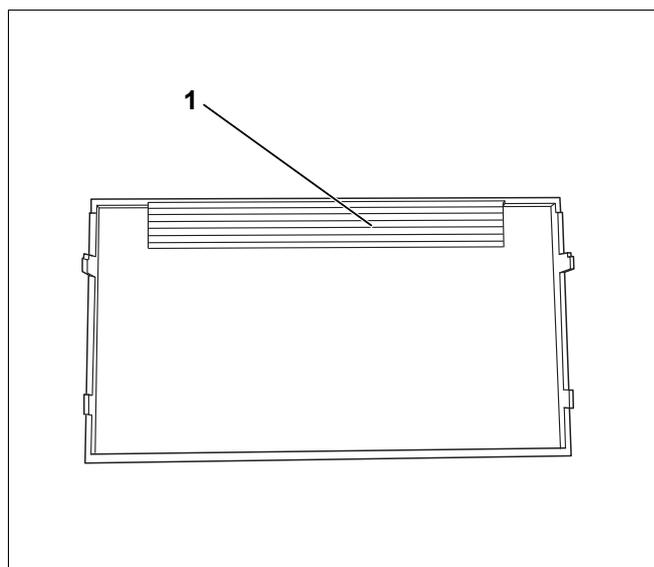

Рис. 8 Пластмассовый щиток
Прилагаемый пластмассовый щиток (→ рис. 8, стр. 9) устанавливается позже в качестве защитного экрана системы управления. Смотря по обстоятельствам, во время монтажа нужно учитывать высоту этой части.
- В месте рифления (→ рис. 8, [1]) вырежьте кусачками-бокорезами те места, где будут проходить провода.